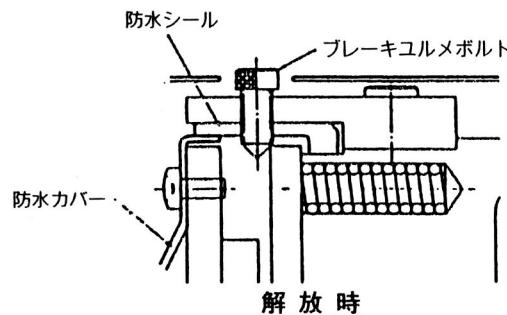

図 4
- (1) 対角2ヶ所のブレーキユルメボルトを一旦はずし、スペーサを取り除いた後、再度ボルトを六角スパナでねじ込んでいくとブレーキは解放されます。この時、ブレーキユルメボルトを回し過ぎないようにしてください。(ブレーキが解放されたか確認しながらブレーキユルメボルトを回してください。)(図4参照)